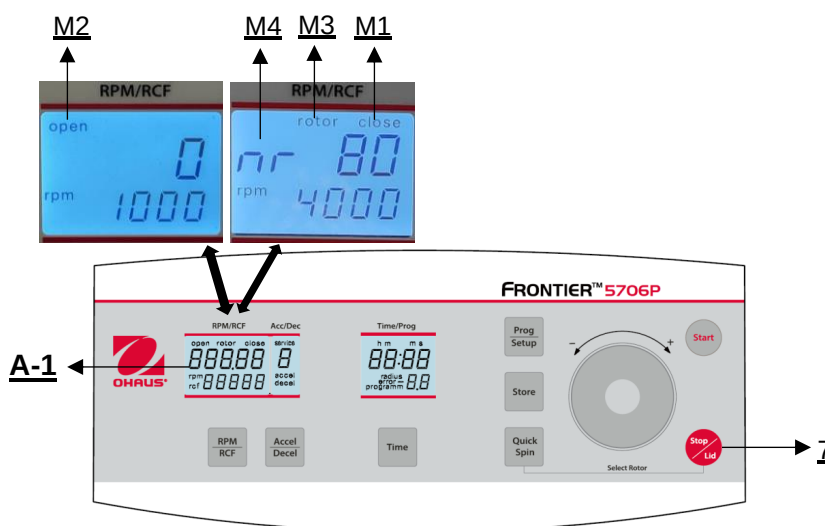

Figura 16
Después de la marcha, cuando la tapa de la centrífuga permanece cerrada, la palabra **"close"** (M1) seguirá apareciendo en la pantalla **"RPM | RCF"** (A-1). Al mismo tiempo se muestra en la pantalla (M4) el ID real del rotor, p. ej. **"nr 80"**. En cuanto se suelta la tapa pulsando la tecla **"Stop | Lid"** (7), aparece la palabra **"open"** (M2). Ahora puede abrir la tapa de la centrífuga. Como referencia, véase la figura 16.
Consulte la **figura 16** a continuación como referencia.